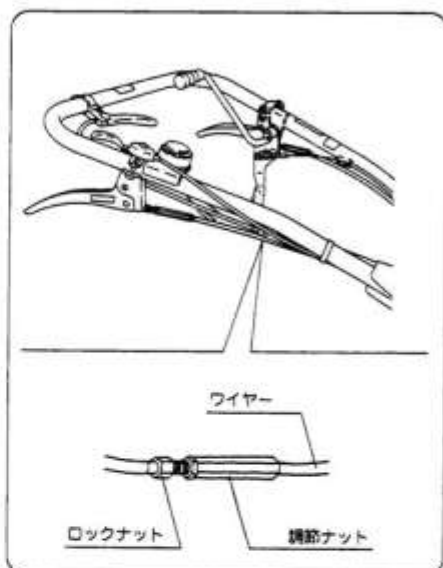

図28
- ① ロックナットをゆるめます。(図28)
- ② 調節ナットを回してハンドルの上下が移動出来るように調整して、ロックナットをゆるめます。(図28)